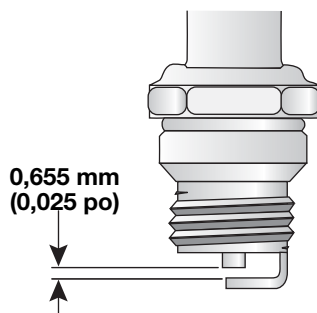

Figure 42
3. Si la bougie est fendillée, encrassée ou sale, remplacez-la. Réglez l'écartement à **0,655 mm (0,025 po)** à l'aide d'une jauge d'épaisseur (Fig. 42).